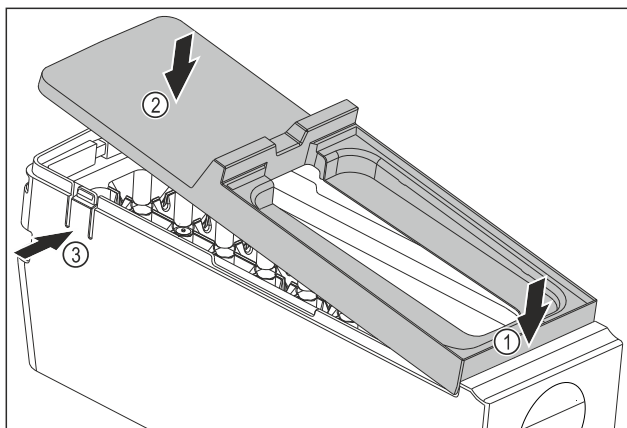

Fig. 186
- ▶ Встановіть кришку корпусу EasyTwist-Ice: Прикріпіть кришку спереду. Fig. 186 (1)
- ▶ Опустіть кришку ззаду. Fig. 186 (2)
- ▷ Кришка зі звуком фіксується в обох виступах Fig. 186 (3).